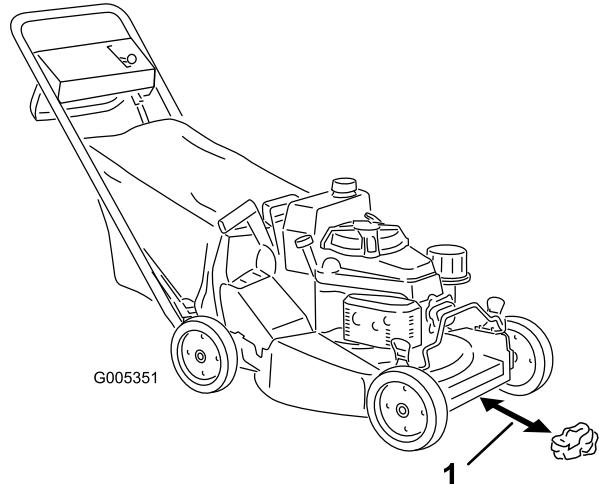
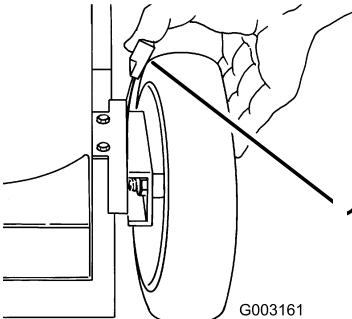

Figura 16
Figura 21
Nota: Usted puede variar la velocidad sobre el terreno aumentando o reduciendo la distancia entre la barra de control y el manillar. Baje la barra de control para ralentizar el cortacésped al girar, o si el cortacésped avanza demasiado rápido para usted. Si usted baja demasiado la barra de control, la autopropulsión del cortacésped se detiene. Apriete la barra de control más cerca del manillar para aumentar la velocidad sobre el terreno. Cuando usted sujeta la barra de control contra el manillar, el cortacésped avanza a la velocidad máxima sobre el terreno. Mueva el control de velocidad sobre el terreno a la posición de Punto muerto (N). Tome media página de periódico y haga una bola con ella que sea lo suficientemente pequeña como para pasar por debajo de la plataforma (unas 76 mm de diámetro), según muestra Figura 16.
3. Ajuste las cuatro ruedas a la altura de corte de 64 mm (Figura 21).
4. Mueva el control de velocidad sobre el terreno a la posición de Punto muerto (N).
5. Tome media página de periódico y haga una bola con ella que sea lo suficientemente pequeña como para pasar por debajo de la plataforma (unas 76 mm de diámetro), según muestra Figura 16.
6. Coloque la bola de papel de periódico a unas 13 cm por delante del cortacésped (Figura 16).
- A. Coloque la bola de papel de periódico a unas 13 cm por delante del cortacésped (Figura 16).
1. Tire de la palanca de ajuste de la altura de la rueda hacia la rueda (Figura 21) y muévala a la posición deseada.